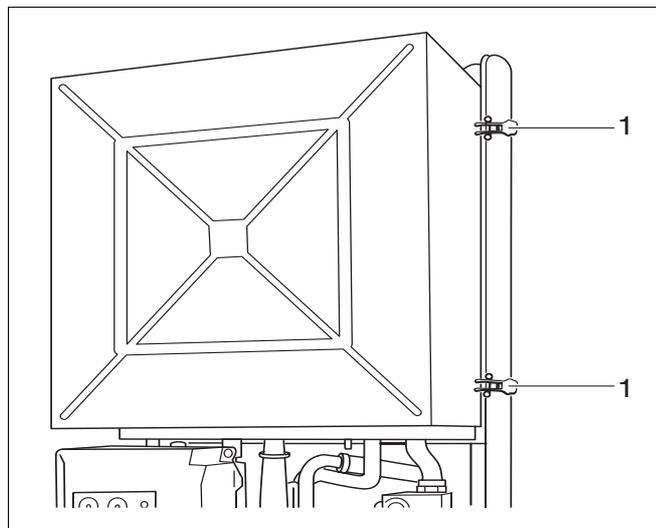

Fig. 15 Togliere il coperchio del vano del bruciatore
- Aprire le chiusure a scatto (fig. 15, pos. 1) e togliere il coperchio del vano bruciatore.